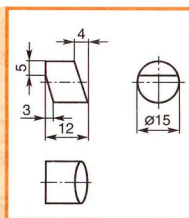

Рис. 125. Деталь «водитель»
Деталь «водитель» (рис. 125) выполняется из цилиндрического бруска $\varnothing 15$ мм.
14. Разметить скосы (см. рис. 125). Закрепить заготовку в тисках и отпилить ножовкой скосы. Зачистить поверхности напильником.